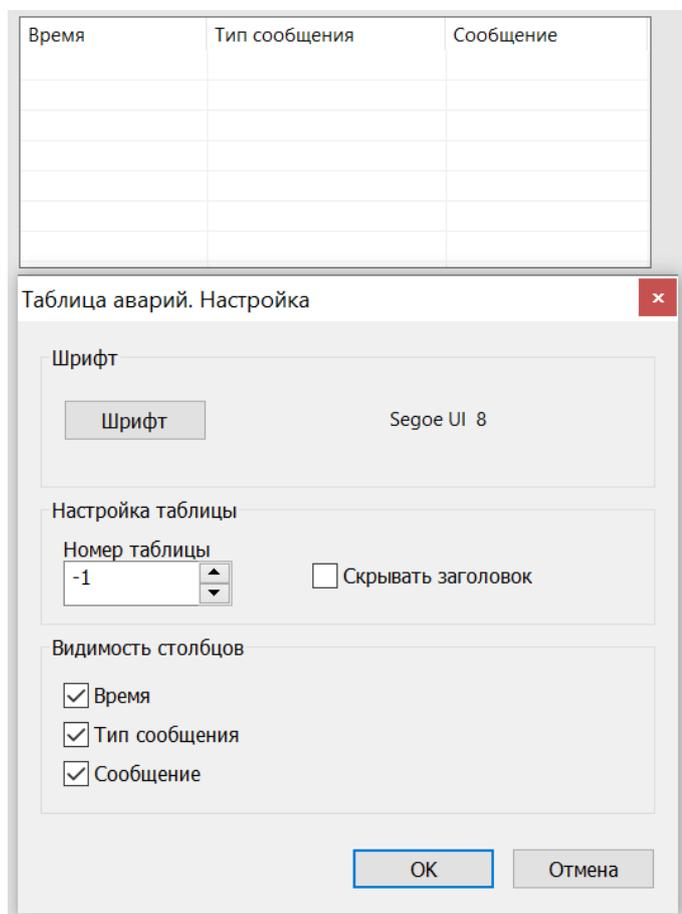

Рисунок 4.36 – Таблица аварийных ситуаций с выпадающей панелью “Настройка”
4.2.14 Добавлением  на мнемосхеме создаётся таблица аварийных ситуаций с выпадающей панелью “Настройка” (при нажатии правой кнопки мыши и вызове “Свойства”) – рисунок 4.36.